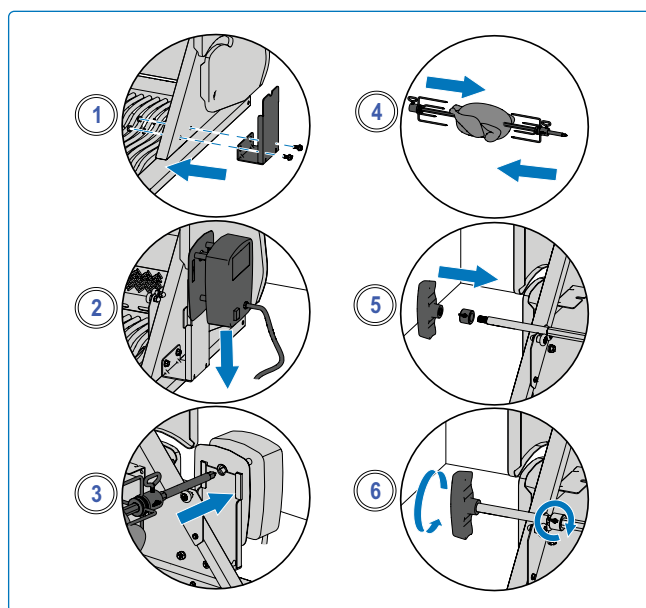

Fig. 6
5. Deslice el segundo tenedor del rosticero en la varilla del rosticero y empuje hacia el pollo hasta que los 3 pollos queden bien apretados. Ajuste (**Fig. 6**).